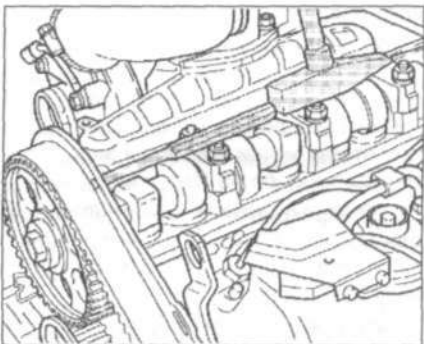

Рис. 6.8. Ослабьте болт крепления шкива распределительного вала на 1/2 оборота. Отсоедините шкив от ступицы с помощью молотка и пробойника.
17. Ослабьте болт крепления шкива распределительного вала на 1/2 оборота (рис. 6.8). Отсоедините шкив от ступицы с помощью молотка и пробойника.
16. Ослабьте болт крепления шкива распределительного вала на 1/2 оборота (рис. 6.8). Отсоедините шкив от ступицы с помощью молотка и пробойника.